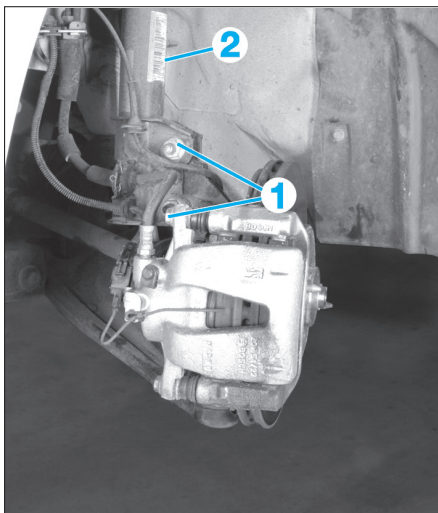

Fig. 2
- les vis de fixation inférieures (1) de l'élément de suspension (2) (Fig.2),